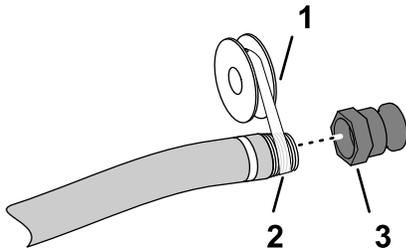

Figura 5
5. Aplique sellador de roscas PTFE (Figura 5) a las roscas del conector de la manguera de llenado (1" NPT).
6. Enrosque el acoplamiento rápido en la manguera de llenado y apriételo a mano (Figura 5).